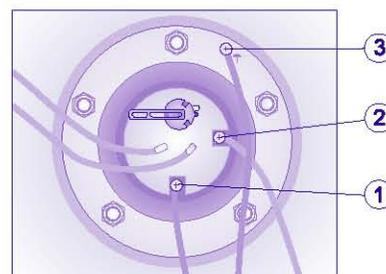

Рис. 2. Схема подключения сетевого шнура
- провести кабель в специальное отверстие в пластиковой крышке. Соединить кабель с клеммами термостата (п. 1, 2 Рис. 2).
- заземляющий кабель подключается к клемме с обозначением \uparrow (п.3 Рис. 2).